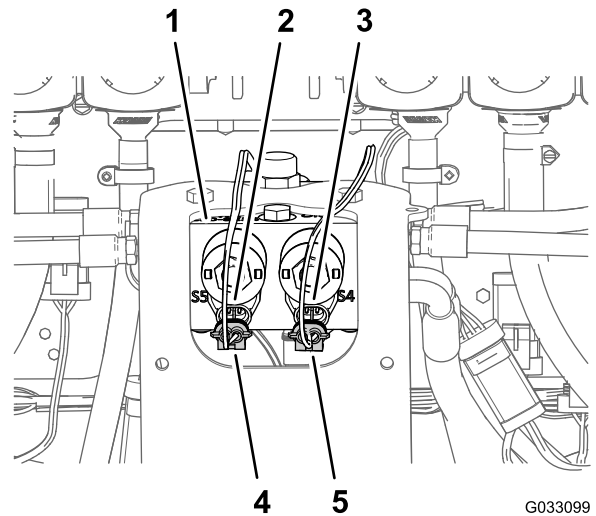

図 176
1. 昇降シリンダマニホルドの右側シリンダ動作ソレノイドの2ピンコネクタに、ソニックブームのワイヤハーネスの2ピンコネクタを接続する 図 176。
2. 昇降シリンダマニホルドの左側シリンダ動作ソレノイドの2ピンコネクタに、ソニックブームのワイヤハーネスの2ピンコネクタを接続する 図 176。